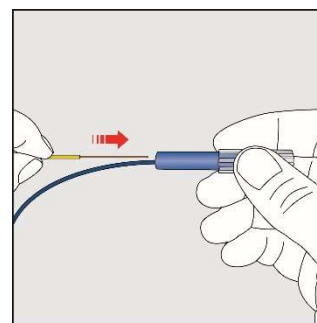

Abb. 3-32
- Verbinden Sie dieses Zünderdrahtende mit dem freien Zünderdrahtende des nächsten, zu verbindenden Zünder (Abb. 3-32).